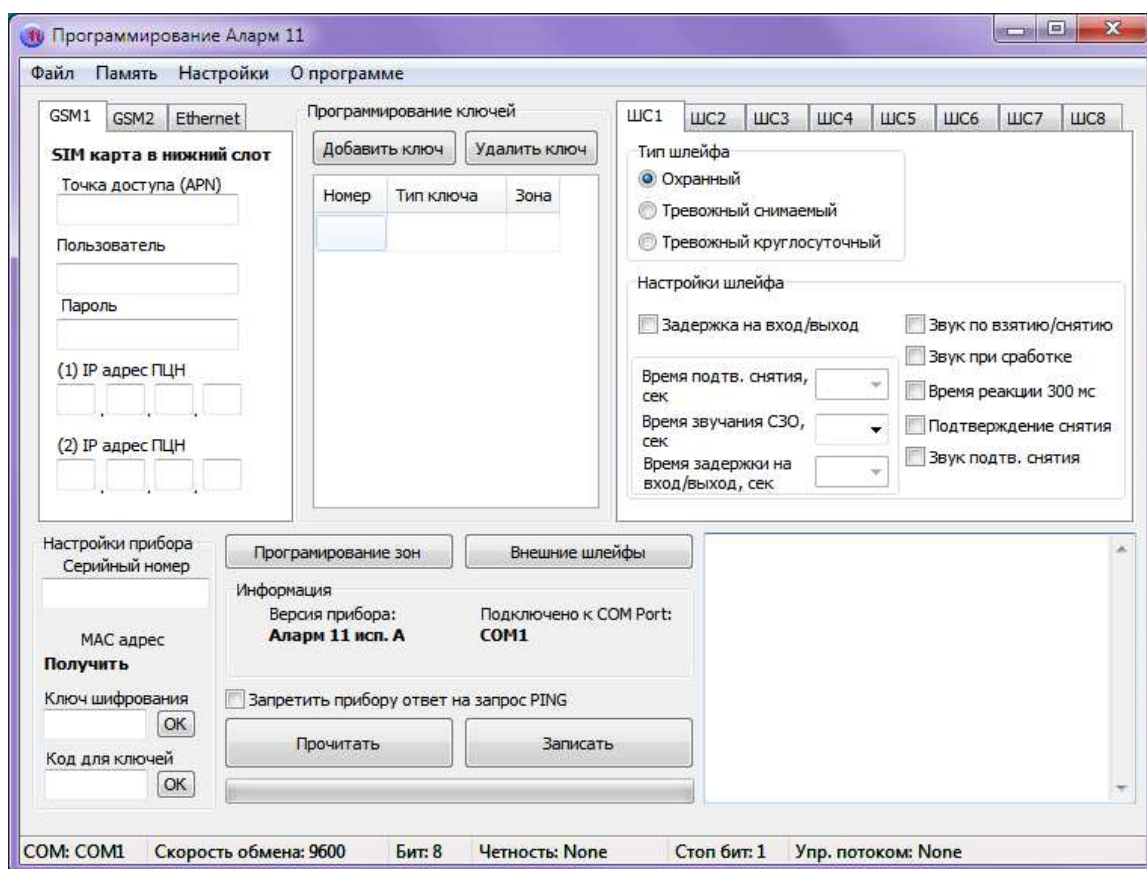

Рисунок 2
3.1.2 В результате выполнения этой команды на экране ПЭВМ появится основное окно «Программирование Аларм-11» (рисунок 2)